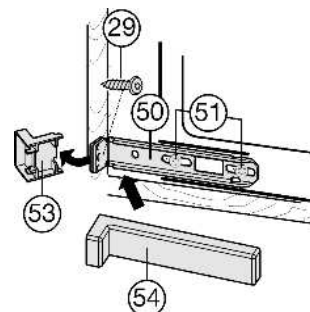

Fig. 19
- ▶ Немного ослабьте винты Fig. 19 (51).
- ▶ Закрепите нижний крепежный уголок Fig. 19 (50) с помощью винтов для стружечной плиты Fig. 19 (29) $\varnothing 4 \times 19$ на стенке мебели.
- ▶ Удалите выступающий конец крышки Fig. 19 (53). Он больше не понадобится.
- ▶ Затяните винты Fig. 19 (51).
- ▶ Установите крышку Fig. 19 (54) на нижний крепежный уголок Fig. 19 (50).